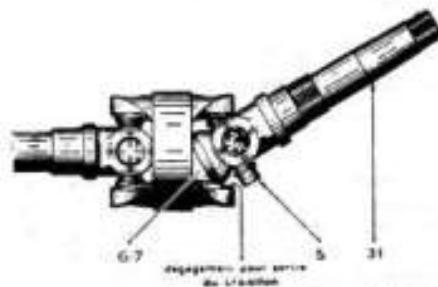

Fig. 22. — Dégagement de la mâchoire de fusée.
* Incliner le croisillon (3), pour que son tourillon sorte de la mâchoire double par le dégagement prévu à cet
effet. Le croisillon étant libéré, retirer la fusée (31) qui sort avec le croisillon (5) et l'ensemble de la rotule (6 et 7). (fig. 22)